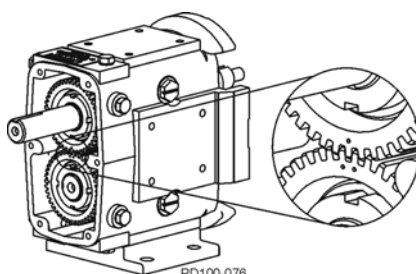

Figura 90 - Marcas de engrenagens de sincronismo
3. Deslize a engrenagem do eixo curto no eixo curto. A engrenagem do eixo curto tem duas marcas perfuradas na engrenagem. Posicione a única marca perfurada da engrenagem de acionamento dentada com as duas marcas perfuradas na engrenagem do eixo curto (Figura 90).